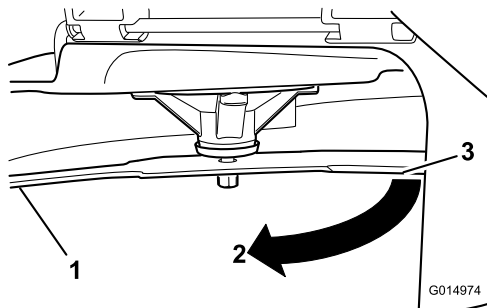

Figura 89
3. Segunda distancia medida entre cuchilla y superficie (B)
4. Gire la misma cuchilla 180 grados de manera que el otro extremo esté en la misma posición (Figura 89).